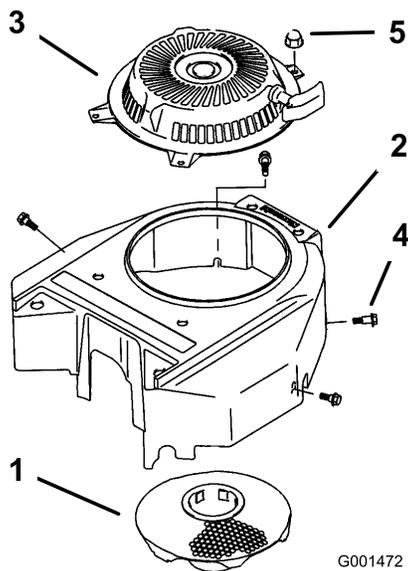

Figure 38
3. Retirez la grille d'entrée d'air, le lanceur et le boîtier du ventilateur (Figure 38).
5. Remettez la grille d'entrée d'air, le lanceur et le boîtier du ventilateur (Figure 38).